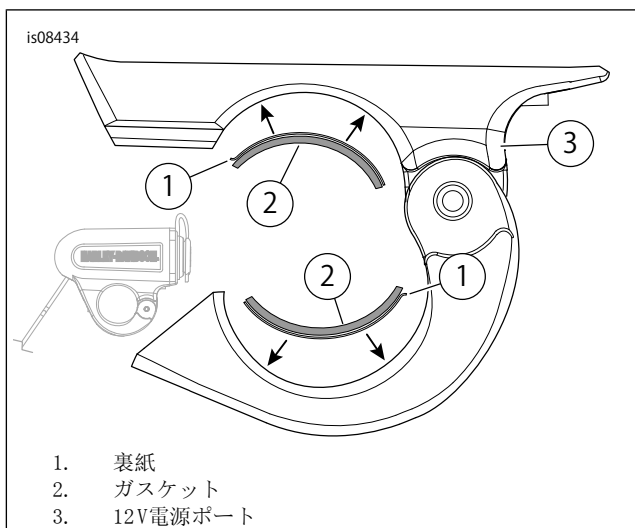

図1。裏紙、ガスケットおよび12V電源ポート
6. 「図1」を参照してください。ガスケット(2)の裏紙(1)を剥がします。ガスケットを12V電源ポート(3)の内側に取り付けます。